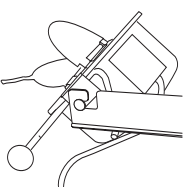

Abb. 5
- Den Netzstecker (7) mit einer entsprechenden Steckdose verbinden.
- Beide Ein-/Ausrichter I0 (1,2) in die Stellungen I schalten. Der Röstkessel beginnt sich nun aufzuheizen und das Getriebe dreht sich. Nach 3 - 5 Minuten den Schalter Popcorn I0 (2) in die Stellung 0 schalten. Der Röstkessel wird ausgeschaltet, das Licht bleibt aber an.
- Den Messlöffel (12) mit Pflanzenöl füllen und in den Röstkessel geben. Es kann auch die gleiche Menge an Butter verwendet werden.
- Den Messbecher (13) mit Maiskernen füllen und wiederum in den Röstkessel geben.
- Den Röstkessel mit Hilfe des Handgriffes am Röstkessel drehen und diesen entleeren (Abb. 5).